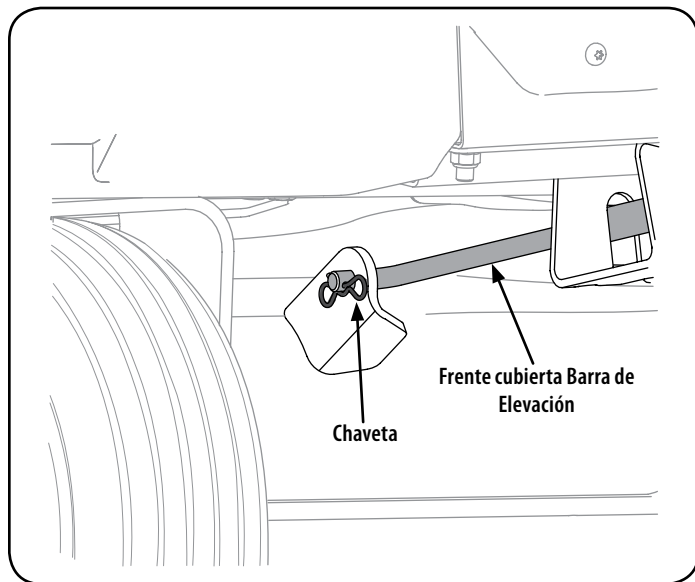

Figura 18
6. Tire del pasador de la varilla de elevación de la plataforma frente a la fijación a la cubierta. Ver Figura 18. Deslice la barra de elevación de la plataforma de la ménsula de suspensión frontal.
6. Vuelva a instalar la barra de elevación de la plataforma delantera y fíjela con el pasador . Consulte la Figura 18 .